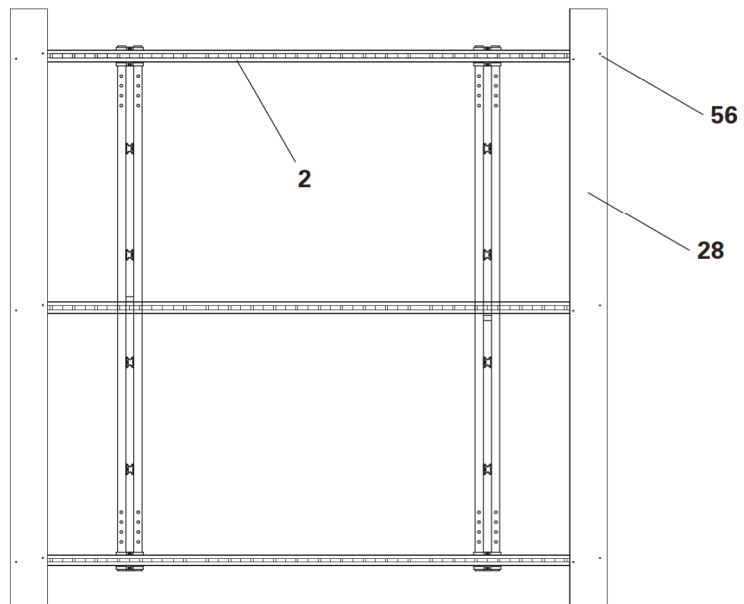

Fig. B5.06
2. Allineare un impalcato di calpestio da 40 mm (**28**) a filo con ciascuna estremità delle travi di impalcato (**2**). Verificare che la sporgenza sia uguale su entrambi i lati. (Fig. B5.06)